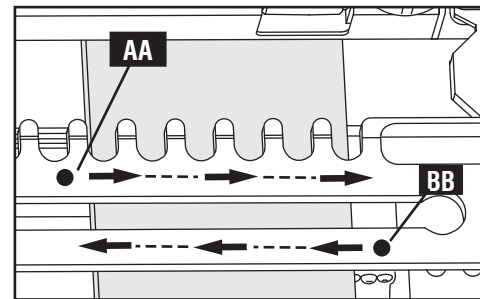

Fig. H17
5. Mientras realiza el corte, guíe la rebajadora de izquierda a derecha a lo largo de la parte posterior (AA) Fig. H17 de la ranura. Luego, guíela a lo largo de la parte frontal (BB) de la ranura de derecha a izquierda. Una vez que quite la mayor parte del material con una broca recta de este modo, realice el corte final con la broca para cola de milano, de la misma manera.